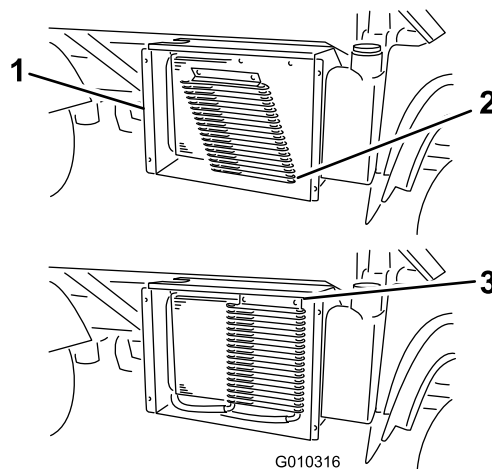

Figura 13
1. Insira as patilhas de montagem do refrigerador de óleo nas ranhuras sob o radiador (Figura 13).
2. Rode o refrigerador para cima e fixe a parte superior do refrigerador com os elementos de fixação de 1/4 de volta no radiador (Figura 13).